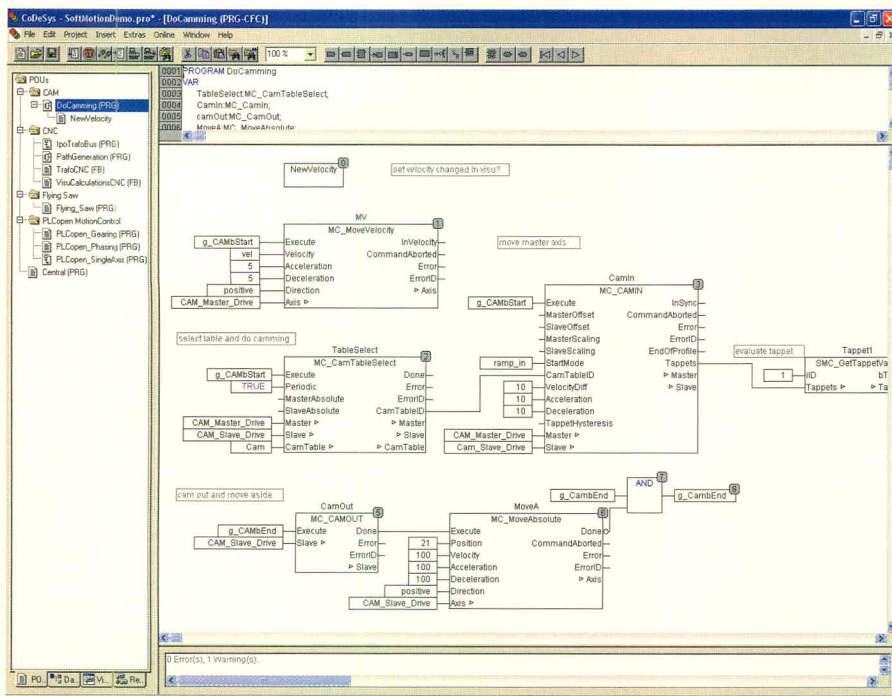

Рис. 4. Среда разработки CoDeSys
ных в IEC 61131-3. Большинство ПЛК малого и среднего класса используют ту или иную вариацию языков из IEC 61131-3. Три из них представляют собой графическую нотацию (у языков последовательных функциональных схем (SFC), функциональных блок-овых диаграмм (FBD) и релейных диаграмм (LD)), и два – текстовую. В CoDeSys есть также язык в графической нотации, не стандартизированный IEC, – язык непрерывных функциональных схем (CFC). Язык SFC представляет собой некоторое подобие диаграммы состояний в UML, описывающей конечный автомат с той разницей, что в SFC может быть несколько одновременно активных состояний. Язык FBD применяется для построения простых цепей из функциональных блоков с довольно ограниченными возможностями. Язык LD во многом копирует стиль старых релейных управляющих схем, применявшихся до появления логических контроллеров. Язык CFC (см. рис. 4) напоминает язык функциональных блоков, применяющийся в Simulink, но с меньшими возможностями.